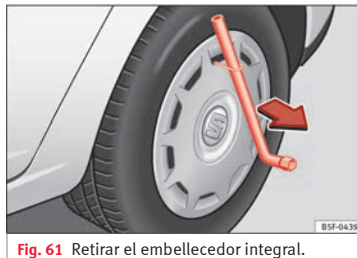

Fig. 61 Retirar el embellecedor integral.
- Retire el embellecedor integral de la rueda con el gancho de alambre » **fig. 61**.